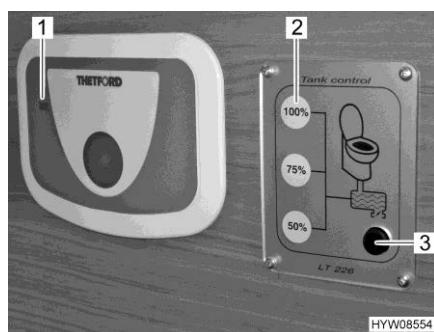

Fig. 201 Pannello di controllo (serbatoio fisso aggiuntivo)
Quando il serbatoio fisso della toilette è pieno e la spia di controllo (Fig. 201,1) accanto al pulsante dello sciacquone si accende, grazie ad una pompa elettrica si può svuotare il contenuto del serbatoio fisso in un altro serbatoio fisso aggiuntivo.
- Premere e tenere premuto il tasto (Fig. 201,3) per la pompa.
- Quando l'indicatore di livello (Fig. 201,2) del serbatoio fisso aggiuntivo visualizza 100 %, rilasciare il tasto. Significa che il serbatoio fisso aggiuntivo è pieno.